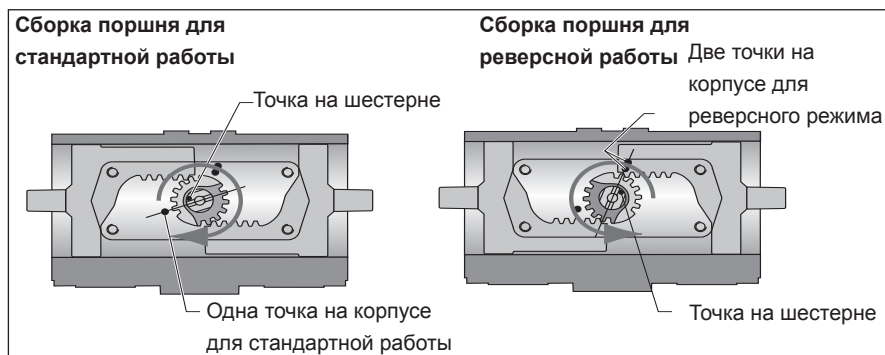

Рис. 6 Регулировка шестерни
Стандартное вращение - по часовой стрелке, при перемещении поршней в направлении друг к другу (если смотреть сверху, прорезь находится в верхней части шестерни, см. рис. 6).
10.3.1 Вращение по часовой стрелке (поршни перемещаются внутрь, см. рис. 6).
- 7 Слегка смажьте смазкой все пазы поршня, корпуса механизма и уплотнительные кольца поршня (4), и установите на поршень уплотнительные кольца (4) и кольцо для компенсации износа (3).
- 8 Установите корпус подшипника (10) на заднюю часть поршня.
10.3.2 Вращение против часовой стрелки (поршни перемещаются внутрь, рис. 6).
- 2 Пропустите соответствующий стержень съемника HYTORK через торцевую крышку (рис. 6) и винтите их:
- в моделях XL 26 - XL681 в поршни (20)
- 6 После установки торцевых крышек на место и правильной установки SAFEKEY снимите съемники HYTORK и замените уплотнительные болты (28) и уплотнения (29).